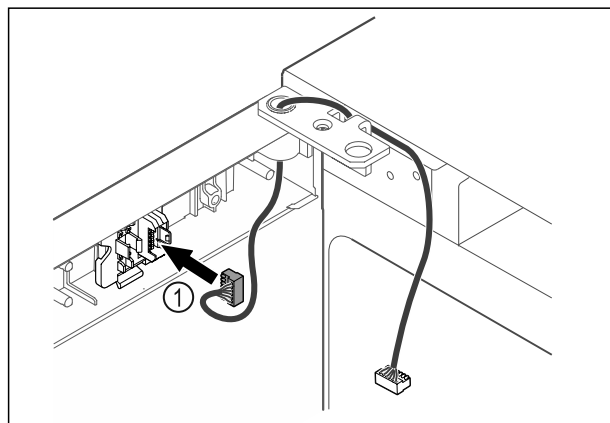

Fig. 40
- ▶ Wtyczkę Fig. 40 (1) należy włożyć w uchwyt wtyczki.